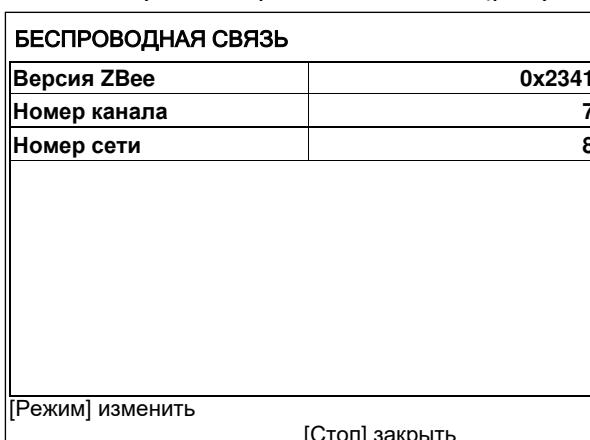

Рисунок 15 - Меню настройки модуля беспроводной связи
- 4.10.1.2 В режиме ожидания нажать [Режим], в открывшемся главном меню при помощи ручки управления и кнопки [Пуск] выбрать пункт «Настройки» ► «Беспроводная связь» – откроется меню настройки модуля беспроводной связи (рисунок 15).